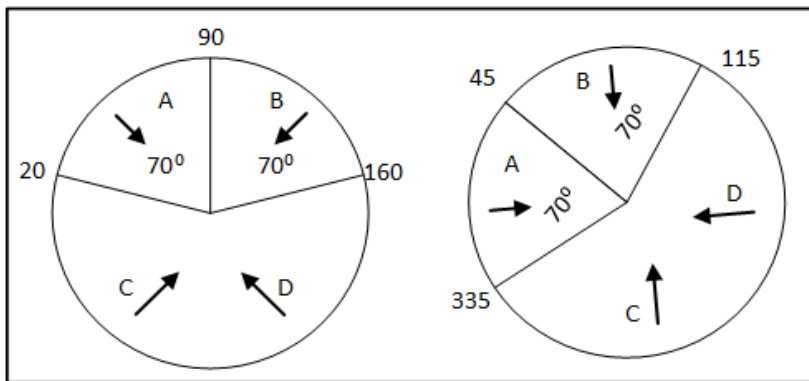

Figura 8: Definição do Sensor de Direção de Vento (7.19)
- 7.19: O número digitado aqui define a área (o número digitado (o número digitado  $\pm 20^\circ$ ) (Figura 8).